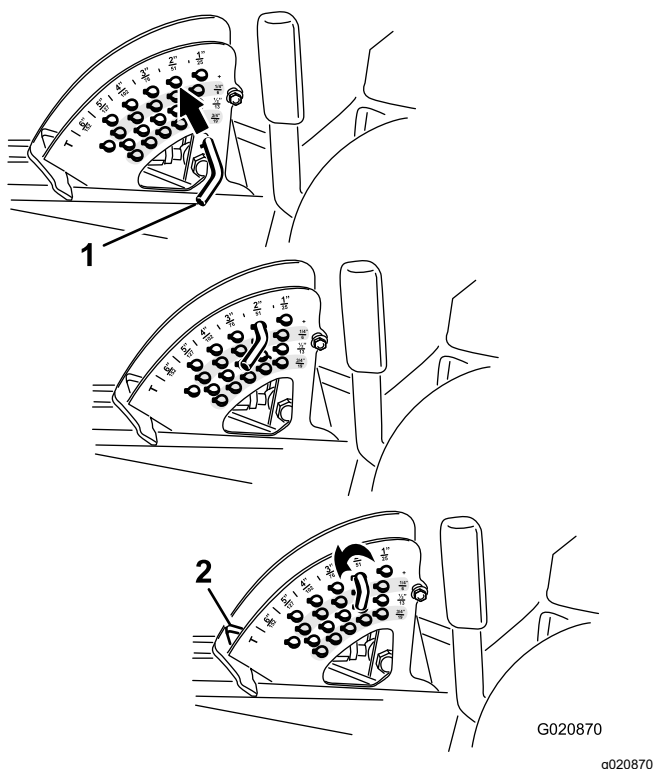

Figure 26
2. Tournez la goupille de butée jusqu'à ce que la goupille cylindrique située à l'intérieur soit en face des trous du support de hauteur de coupe et retirez-la (Figure 26).
3. Placez la goupille dans le trou du support correspondant à la hauteur de coupe voulue et tournez-la pour la verrouiller en place (Figure 26).
**Remarque:** Il y a 4 rangées de trous (Figure 26). La première rangée donne la hauteur de coupe indiquée au-dessus de la goupille. La deuxième rangée donne la hauteur indiquée plus 6 mm (0,25 po). La troisième rangée donne la hauteur indiquée plus 12 mm (0,5 po). La dernière rangée donne la hauteur indiquée plus 18 mm (0,75 po). Un seul trou, situé dans la deuxième rangée, correspond à la hauteur de